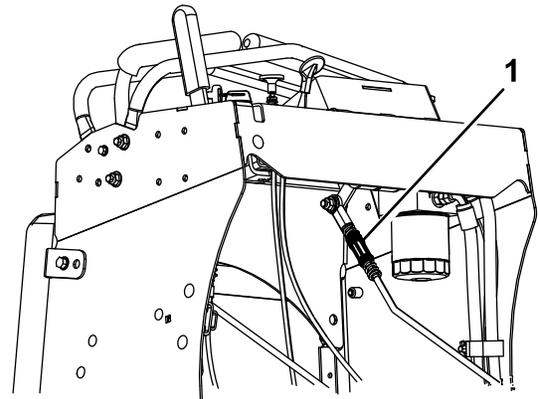

Figure 41
5. Tournez la tige de réglage du côté gauche de la machine (Figure 41).